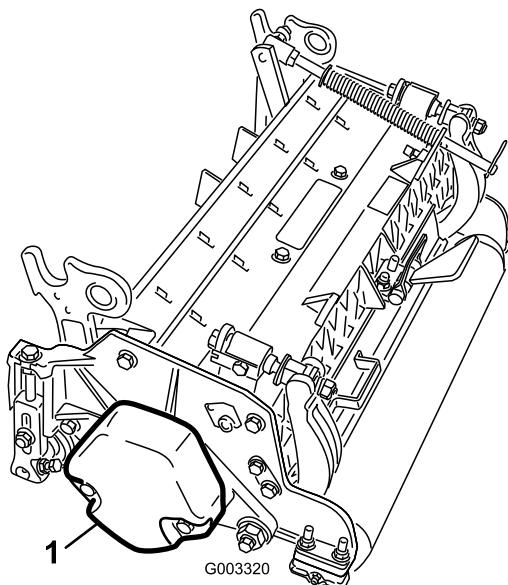

Figure 11
- Sur les plateaux de coupe N° 2, 4 et 6, enlevez les 2 vis qui fixent le contrepoids à l'extrémité gauche du plateau de coupe. Déposez le contrepoids (Figure 11).